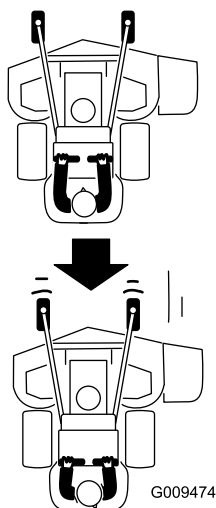

Figura 21
2. Tirate lentamente indietro le leve di controllo del movimento (Figura 21).